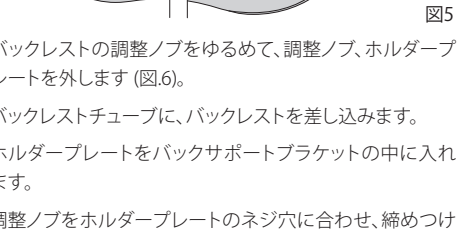

図 6
2. バックレストチューブをゆるめて、調整ノブ、ホルダープレートを外します (図 6)。
3. バックレストの調整ノブをゆるめて、調整ノブ、ホルダープレートを外します (図 6)。